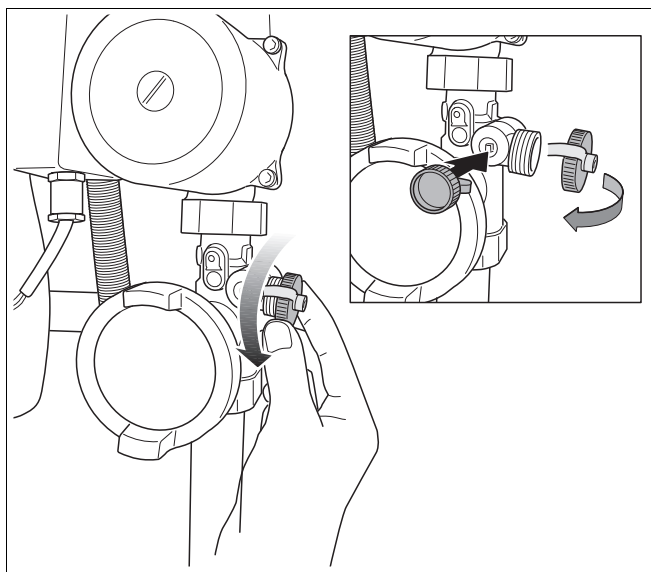

Рис. 63 Снятие крышки крана для наполнения и слива
- Отвинтить торцевую крышку (рис. 63).